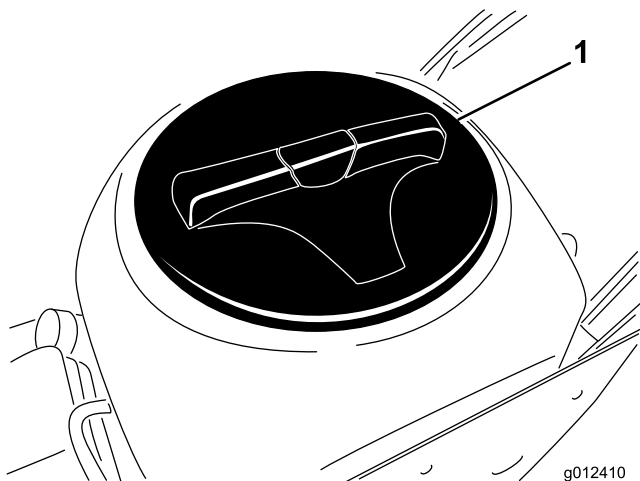

Figura 22
4. Retire o tampão do depósito (Figura 22).